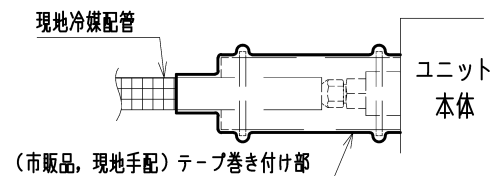

図4
4. 断熱パイプと現地冷媒配管との接合部および断熱パイプ接合部が露出しないように、市販の配管施工用テープを巻き付けてください。(図4)